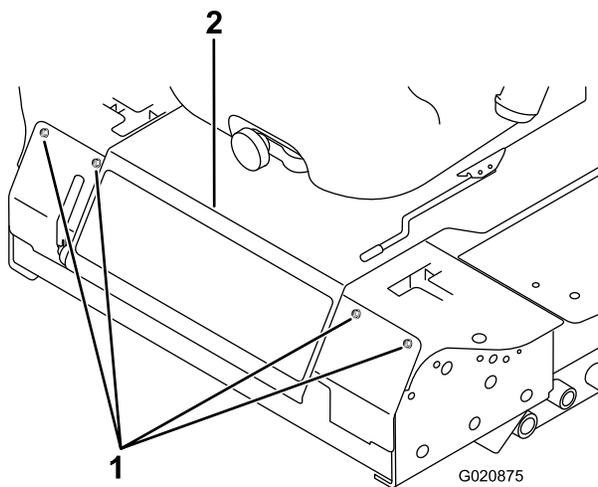

Figura 48
3. Retire os parafusos que fixam o painel dianteiro e retire o painel (Figura 48).